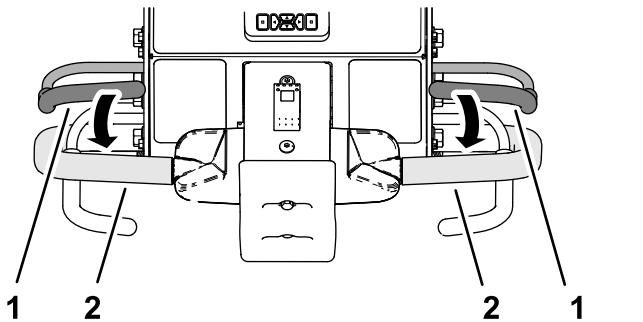

Figura 93
3. Sujete el manillar izquierdo o derecho y la barra de control de presencia del operador (Figura 93), y apriete la barra contra el manillar.